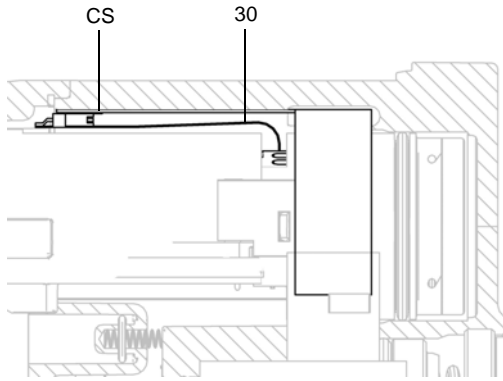

FIG. 37. Esnek Devrenin Bağlanması
5. Güç kaynağını (7) türbinden (8) ayırmak için, 3 telli şerit konektörünü (PC) güç kaynağından ayırın. Bkz. FIGURE 37.
- Güç kaynağı/türbin donanımını tabancanın gövdesine (10) takın. Topraklama şeritlerinin (EE) tabanca gövdesine temas ettiğinden emin olun.
Yalnızca akıllı modellerde: 6-pim esnek devrenin (30) konektörünü tabanca gövdesi üstündeki soket (CS) ile hizalayın. Bkz. FIGURE 37.